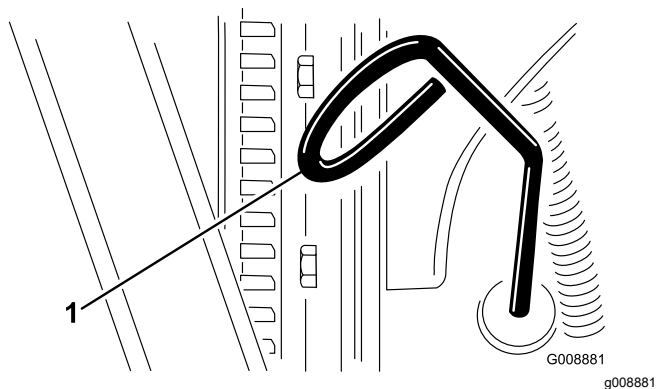

Рисунок 28
2. Выньте масломерный щуп (Рисунок 28) и протрите его чистой ветошью.